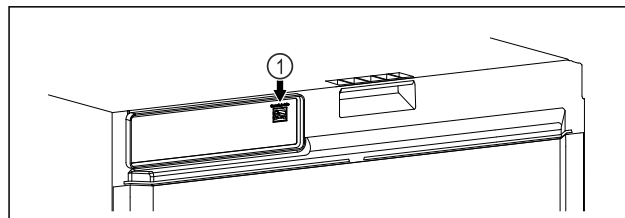

Fig. 114
- Vstavljen je SmartModule Fig. 114 (1).